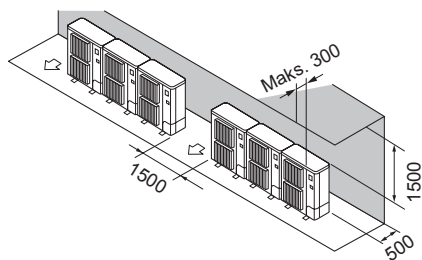

Fig. 2-13
- ② Miejsce ograniczone tylko z tyłu i od góry (Fig. 2-13)